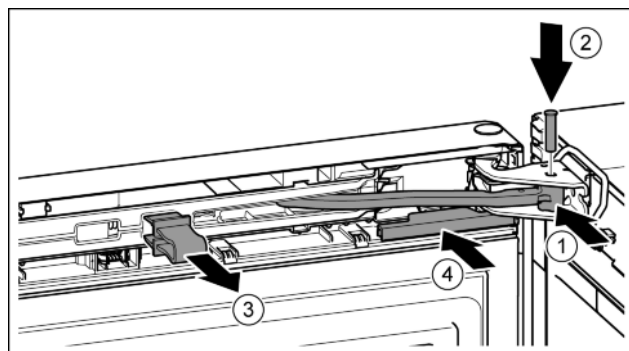

Fig. 22
- ▶ Завъртете шарнира в лагерната стойка. Fig. 22 (1)
- ▶ Поставете болта в лагерната стойка и шарнира. При това обърнете внимание на това, фиксиращата гърбица да е легнала правилно в жлеба. *Fig. 22 (2)*
- ▶ Свалете предпазителя. *Fig. 22 (3)*
- ▶ Нахлузете капака. *Fig. 22 (4)*